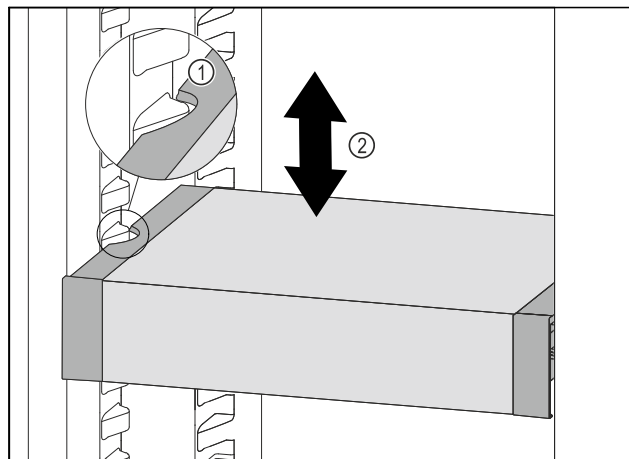

Fig. 77
- ▶ Træk VarioSafe fremefter, indtil udsparingerne i siden på VarioSafe er på niveau med beholderribben i kølesektionen. Fig. 77 (1)
- ▶ Flyt VarioSafe op eller ned i kølesektionen, indtil den ønskede højde er nået. Fig. 77 (2)